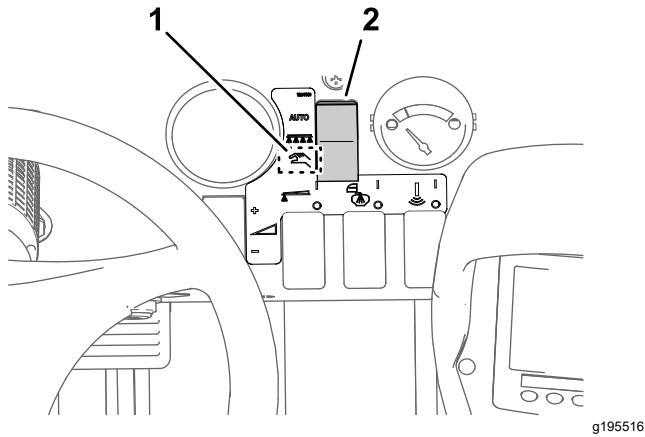

Figure 46
- Placez le sélecteur de mode du pulvérisateur en position Mode manuel (Figure 46).